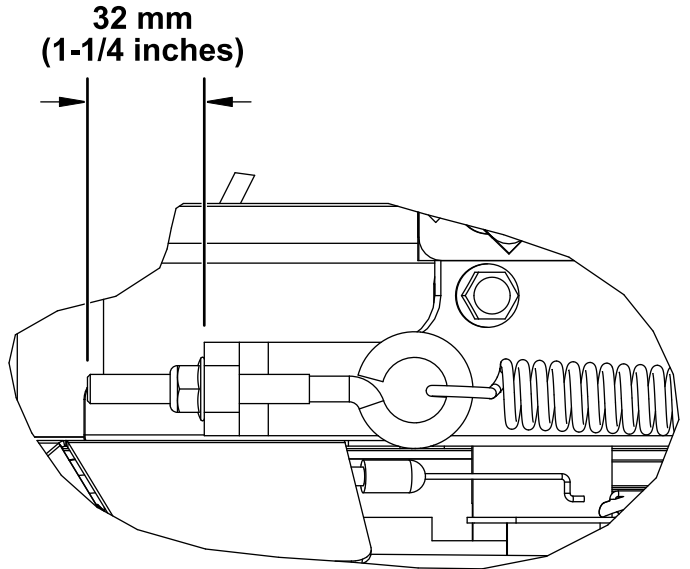

Figura 93
2. Sujetando el perno de anilla para que no gire, apriete la contratuerca hasta que la longitud de la rosca después del ajuste sea de 32 mm (1¼"), como se muestra en la **Figura 93**.